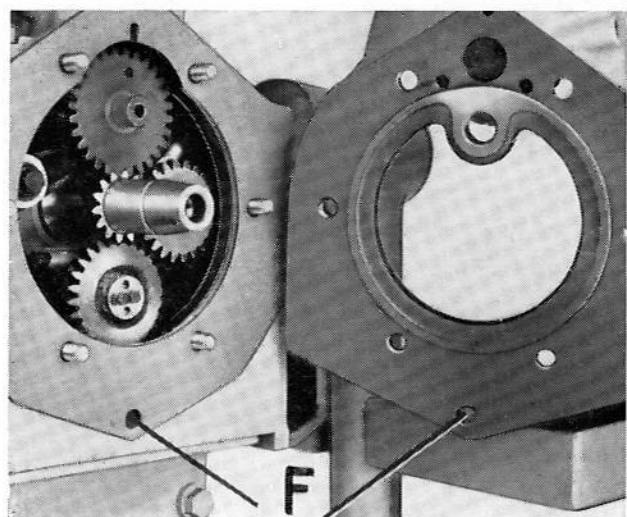

Fig. 44
- Le bâti pour équilibratateur possède un trou Ø 11 mm (F fig. 44) en face du carter (1), pour permettre l'écoulement de l'huile de graissage des engrenages. Le joint spécial entre bâti et carter est échancré en conséquence.
- Les vis de blocage de l'axe de contrepoids doivent être serrées et arrêtées par un point de soudure. L'axe (2) ayant un Ø nominal de 24,99 mm ne doit pas être usé de plus 0,03 à 0,05 mm. S'il est trop usé, remplacer l'axe et les roulements à aiguilles du contrepoids avec l'entretoise correspondante.
- La bague d'étanchéité de la cloche-couvercle (10) ne doit pas avoir des rayures ou brûlures et doit avoir une bonne élasticité.
- Les rondelles d'épaulement (9) ne doivent pas présenter d'usure ou déformation modifiant le jeu axial du contrepoids.